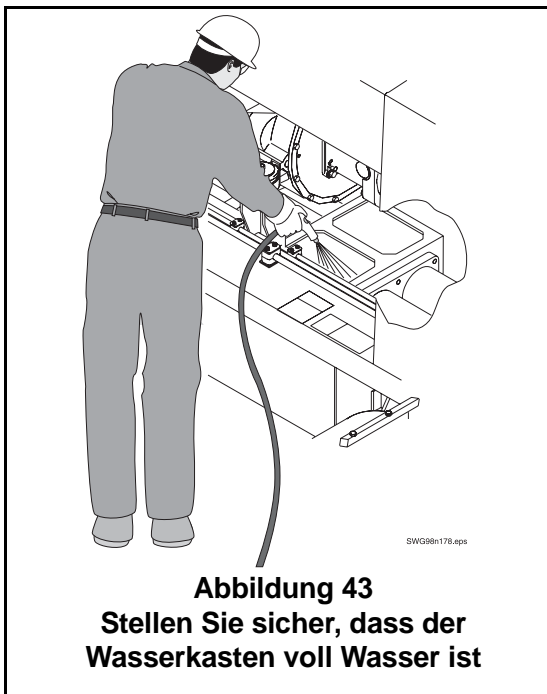

Abbildung 43
- Füllen Sie den Wasserkasten mit Wasser, falls er nicht bereits voll ist (Abbildung 43).